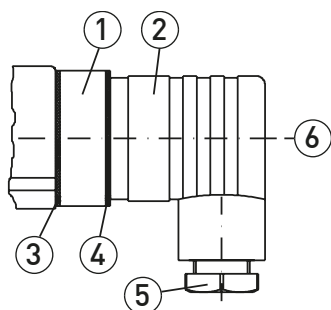
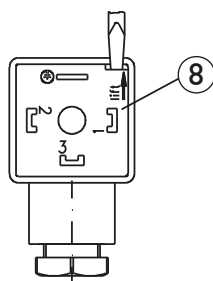

Fig. 1
Fig. 2
- ✚ Mettez correctement en place les joints ③, ④ et ⑨ du connecteur.
- ✚ Desserrez la vis centrale ⑥ M3x35 et retirez boîte de raccordement ② du raccord électrique ① (→ fig. 1).
- ✚ Retirez la vis centrale ⑥ de la boîte de raccordement ②.
- ✚ Ouvrez la partie intérieure ⑧ de la boîte de raccordement à l'aide d'un tournevis ou d'un outil similaire (→ fig. 2).